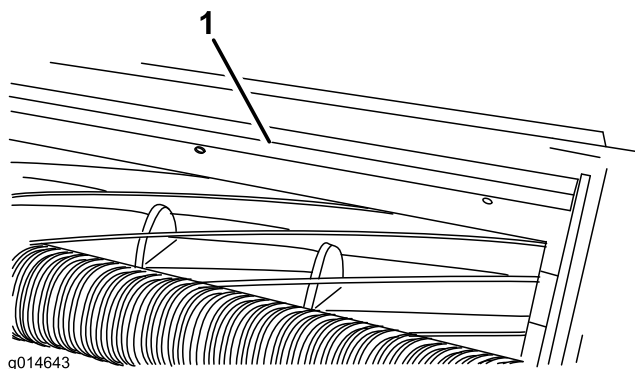

Figura 17
1. Desaperte os parafusos que fixam a barra superior (Figura 17) à unidade de corte.